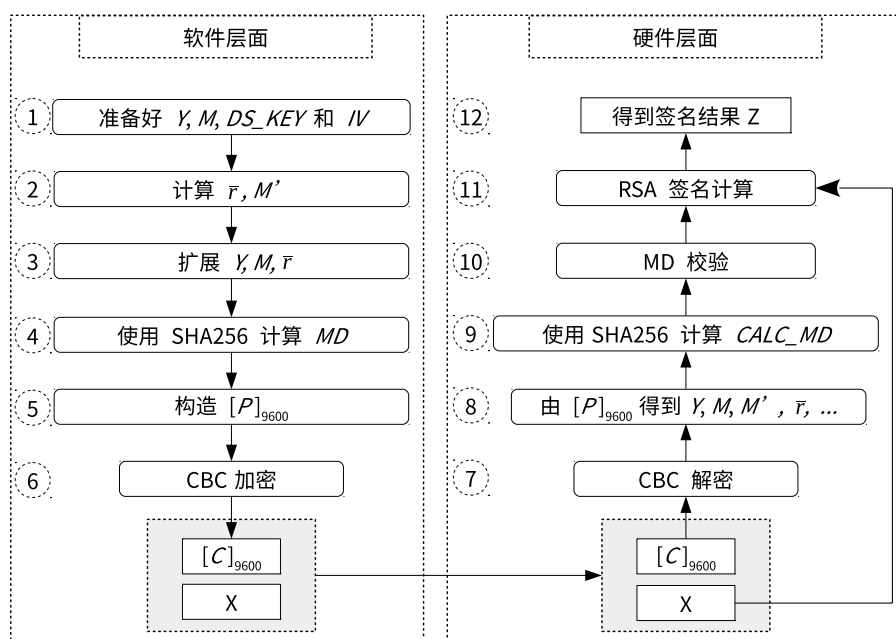

图 22.3-1. 软件准备工作与硬件工作流程
如果用户想使用 RSA_DS 外设进行数字签名, 软件和硬件必须紧密配合才可以顺利完成, 并且软件需要做一系列准备工作, 如图 22.3-1 所示。图中左半边给出了在硬件开始 RSA 签名计算之前, 软件需要做哪些准备工作。图中右半边展示了硬件在整个签名计算的过程中具体会做些什么。
1. 对于多次签名计算, 软件准备工作 (图 22.3-1 左侧) 只需要进行一次, 但对于每一次签名计算, 硬件运算 (图 22.3-1 右侧) 都需要重新进行。
用户需要依照图 22.3-1 指定的步骤来计算 C 。详细的过程描述如下:
1. 解析阶段，即图 22.3-1 中的步骤 7 和步骤 8
解析过程是图 22.3-1 中步骤 6 的逆过程。RSA_DS 外设将调用 AES 硬件加速器以 CBC 块模式对输入的密文信息 C 进行解密，获取明文信息。该过程可以表示为 $P = \text{AES-CBC-DEC}(C, DS_KEY, IV)$ ，其中 IV 就是 $[IV]_{128}$ ，由用户直接指定； $[DS_KEY]_{256}$ 由硬件 HMAC 提供，由存储在 eFuse 中的 $HMAC_KEY$ 得到，软件无法获取。请参考章节 19 HMAC 加速器 (HMAC) 获取更多信息。
2. 校验阶段，即图 22.3-1 中的步骤 9 和步骤 10
RSA_DS 外设会执行两种校验操作：MD 校验和填充 (padding) 校验。由于填充校验和 MD 校验同步进行，因此填充校验不在图 22.3-1 中体现。
3. 计算阶段，即图 22.3-1 中的步骤 11 和步骤 12